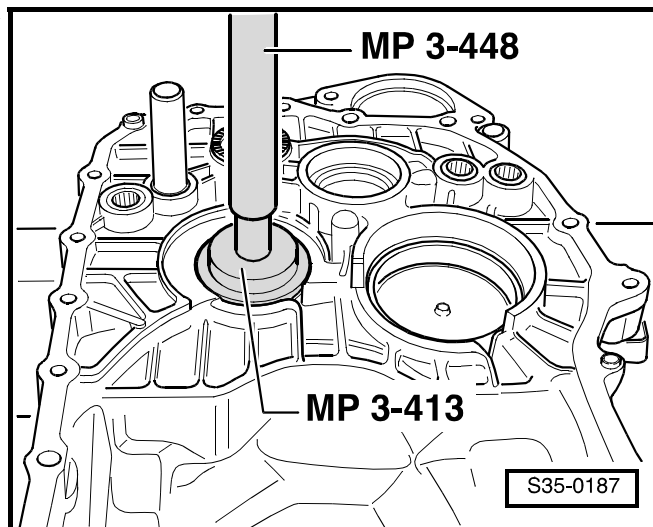

Рис. 3: Извлечение внутреннего кольца конического роликоподшипника
- извлечение ⇒ Рис. 3 в **35-3** страница 4